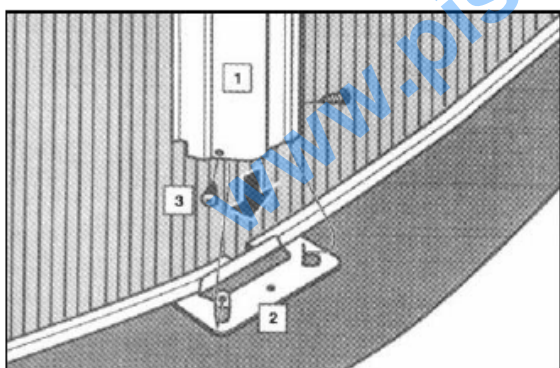

fig. 23
- Alignez le bas de l'un des poteaux (Fig. 23), avec les deux petites languettes sur l'une des plaques de base. Les languettes doivent être à l'intérieur des poteaux.
- Alignez les trous pour les vis (Fig. 23) à chaque côté et vissez.
- Répétez les instructions antérieures pour chacun des poteaux autour de la paroi de la piscine (Fig.23 et 24).